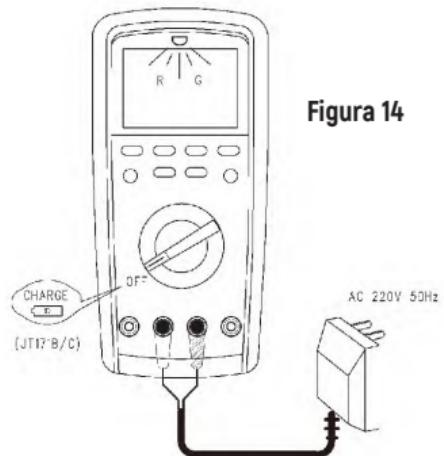

Figura 14
* Carregamento da bateria de lítio de trabalho incorporada: (Veja a Figura 14)